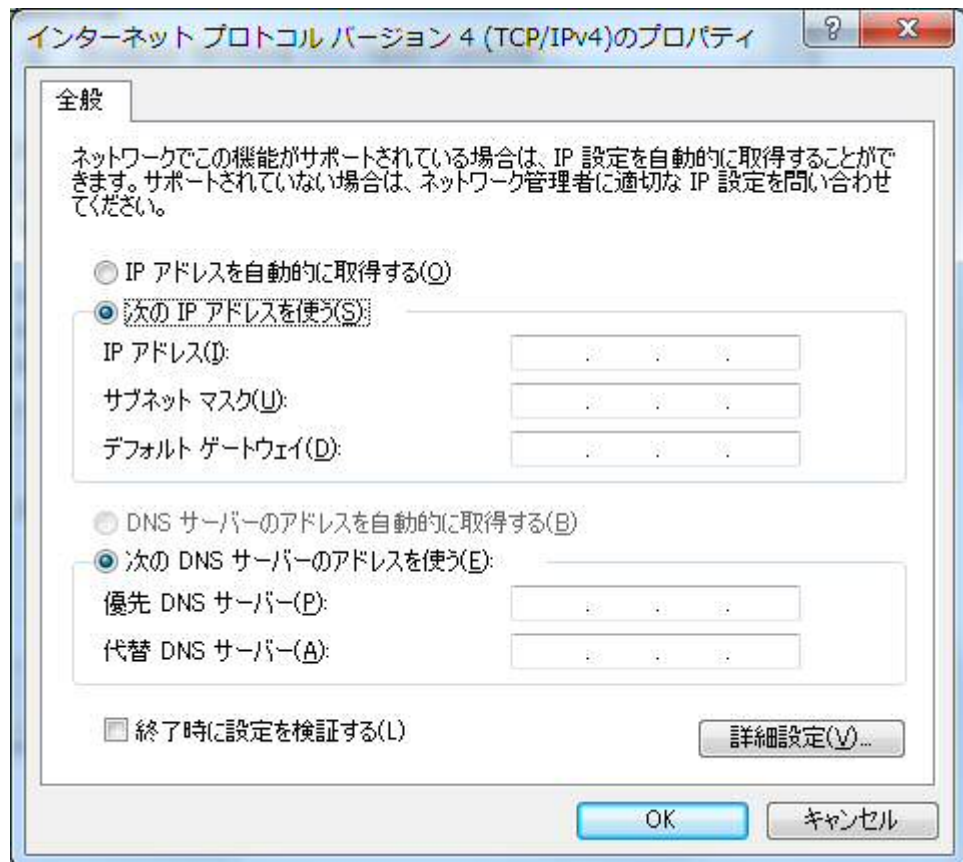

図 4.5 インターネット プロトコル バージョン 4(TCP/IPv4)のプロパティ画面
- ⑥「インターネット プロトコル バージョン 4(TCP/IPv4)のプロパティ」の画面（図 4.5）が表示されますので、「次の IP アドレスを使う (S) 」を選択し、IP アドレス・サブネットマスク・デフォルトゲートウェイを入力してください。入力後、「OK」を押してください。